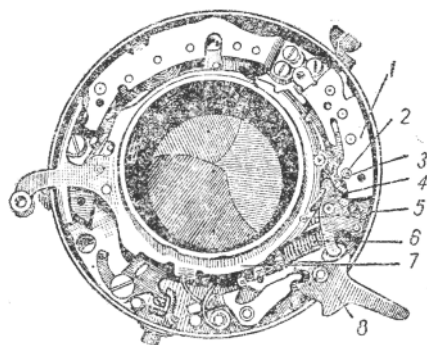
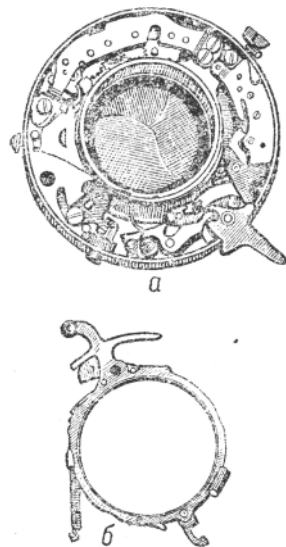

Рис. 50. Механизм затвора «Момент-24С».
Рис. 51. Механизм затвора «Момент-24С» со снятым заводным кольцом.
Механизм замедления автоспуска / (рис. 50) крепится двумя винтами к внутреннему корпусу затвора. На фигур-
ную головку одного из винтов надевается конец рабочей пружины 6 затвора. Принцип действия автоспуска следующий. При заводе кольца 7 крючок 3, находящийся на нем, цепляет за один из трех выступов, сделанных на оси первой наибольшей шестерни 2 механизма замедления (на рис. 50 видно положение крючка 3 при заведенном затворе). Положение крючка и других деталей на снятом кольце показано на рис. 51Д
Когда нажимают на спусковой рычаг 8 (рис. 50), кольцо 7 под действием пружины 6 устремляется вперед, приводя в движение шестерни и анкер механизма замедления. Через 10—15 сек работы механизма замедления выступ шестерни 2 поворачивается настолько, что крючок 3 освобождается и дает возможность кольцу 7 продолжать свое движение, и затвор срабатывает.
3. После работы механизма, замедления автоспуска кольцо 7 (рис. 50) останавливается и затвор не срабатывает. Для выявления и исправления этого дефекта нужно знать назначение пальца 5, установленного на кольце 7. Впереди него на кольце имеются два уступа, за которые цепляет собачка 4 во время завода затвора. При работе затвора без автоспуска собачка цепляет за первый выступ, а при работе с автоспуском — за второй.
Пружина прижимает собачку 4 к кольцу 7. Допустим, кольцо установлено для работы затвора с автоспуском и собачка зацеплена за второй уступ (см. рис. 50). После нажатия на спусковой рычаг 8 начинает работать механизм замедления /, и кольцо медленно движется вперед под действием пружины 6. Когда первый уступ кольца доходит до собачки, она цепляется за него, и движение кольца 7 прекращается. Чтобы этого не произошло, на кольце установлен палец 5, а на собачке 4 — небольшая пружина. Когда кольцо движется, его палец доходит до пружины собачки, несколько поворачивает ее, и собачка за уступ кольца не цепляется. Поэтому повреждение нужно искать в работе вышеперечисленных деталей, обратив внимание на пружину собачки 4.